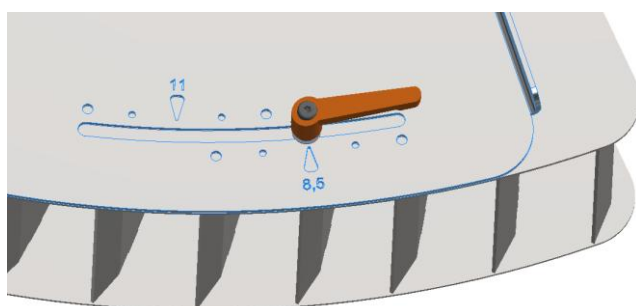

Figure 6.15 - Limiteur de bord latéral
- Desserrer les boutons - **B** - et faire glisser le bloc d'ailettes jusqu'à ce que le bouton de droite soit aligné sur la **position 8.5** (*figure 6.15*),